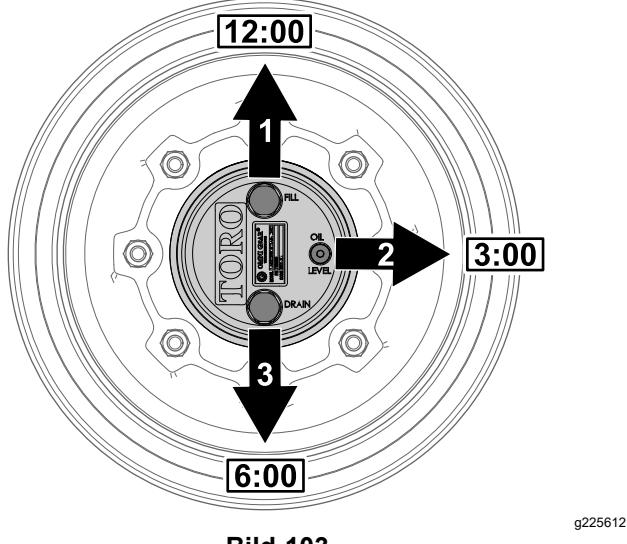

Bild 103
- Parken Sie die Maschine auf einer ebenen Fläche und positionieren Sie das Rad so, dass die Füllschraube auf 12 Uhr, die Prüfschraube auf 3 Uhr und die Ablassschraube auf 6 Uhr steht (Bild 103).
- Entfernen Sie die Prüfschraube, die auf 3 Uhr steht (Bild 103).
- Parken Sie die Maschine auf einer ebenen Fläche und positionieren Sie das Rad so, dass die Füllschraube auf 12 Uhr, die Prüfschraube auf 3 Uhr und die Ablassschraube auf 6 Uhr steht, siehe Bild 103 in Prüfen des Ölstands im Planetengetriebe \(Seite 68\).